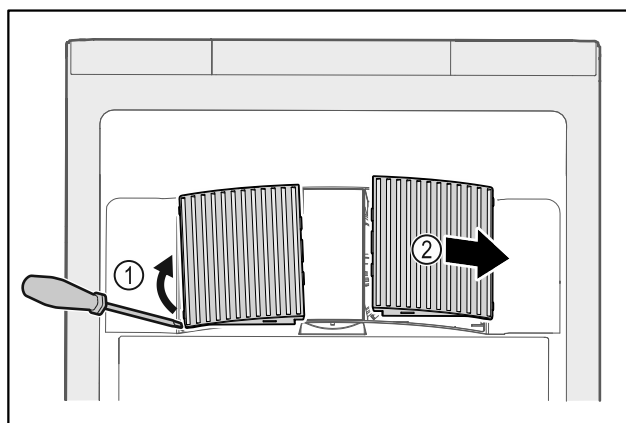

Fig. 199
- ▶ Väännä tuulettimen suojuksen varovasti sivulta pois paikaltaan Fig. 199 (1) ja poista suojuksen etukautta Fig. 199 (2).